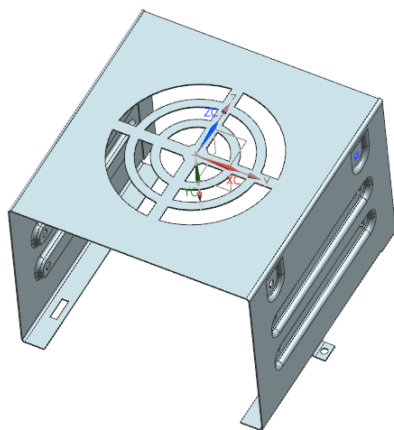

图 7-143 创建法向除料特征
- (3) 在“法向除料”对话框中单击按钮, 创建法向除料特征, 如图 7-143 所示。